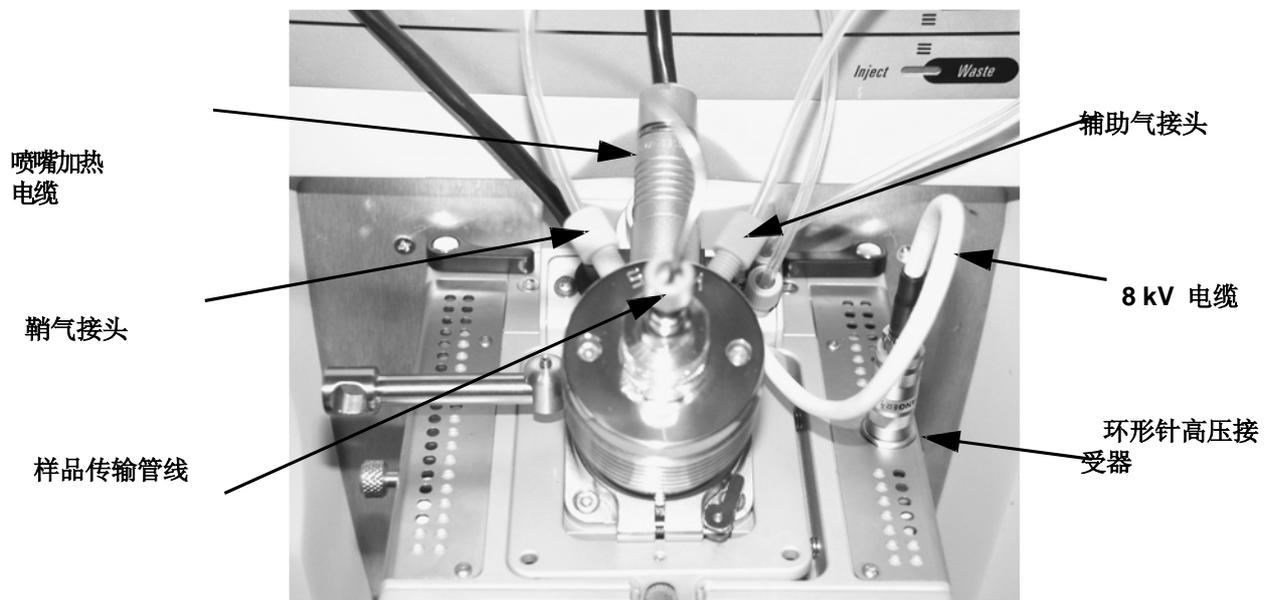

图2-1 装有APCI 探针的Ion Max离子源室。
1. 从APCI 探针上的喷雾加热电缆插孔上拔下喷雾器加热电缆。如图2-1
- 2 从APCI 探针上卸下样品传输管线（如图2-1）
- 3 从APCI 探针上卸下辅助气管线（绿色接头）。（如图2-1）